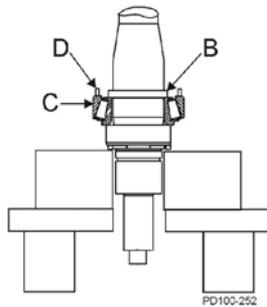

Abb. 49 Einbau der Distanzringe und des unteren Außenrings
4. Positionieren Sie den vorderen inneren Distanzring (Abb. 49, Pos. B) auf der Welle auf den unteren Innenring.